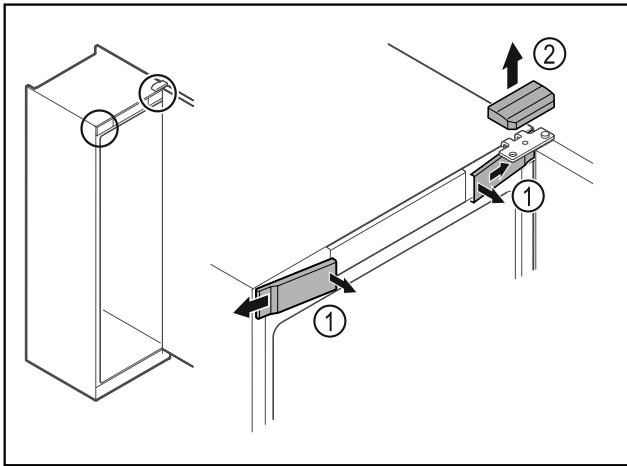

Fig. 8 *
- Disinnestare le coperture anteriori Fig. 8 (1) dall'interno ed estrarle lateralmente.*
- Rimuovere la copertura superiore Fig. 8 (2) sollevandola verso l'alto.*